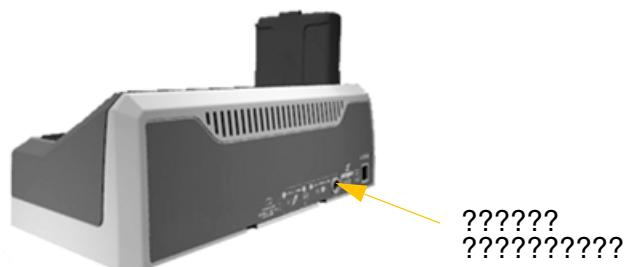

Рисунок 3.4. Кнопка калибровки на зарядном устройстве
1. Нажмите кнопку калибровки на задней панели зарядного устройства. Желтые индикаторы начнут светиться постоянно, все зеленые индикаторы начнут мигать. Отпустите кнопку калибровки. См. рис. 3.4.